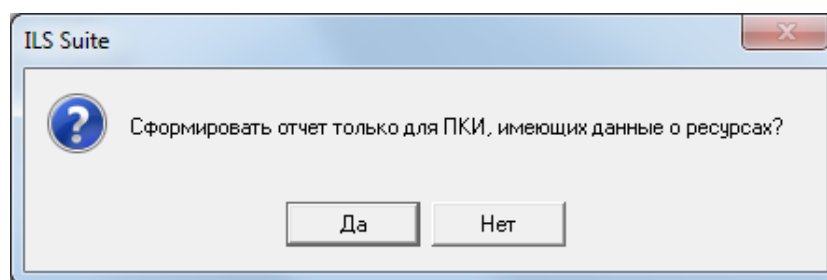

Рис. 13-49 – Диалоговое окно
- 4) Отображается диалоговое окно для выбора информации по ПКИ, имеющих данные о ресурсах или всего объема данных, используемых при формировании отчета. Нажать кнопку «Да» для выбора данных о ресурсах (рис. 13-49).